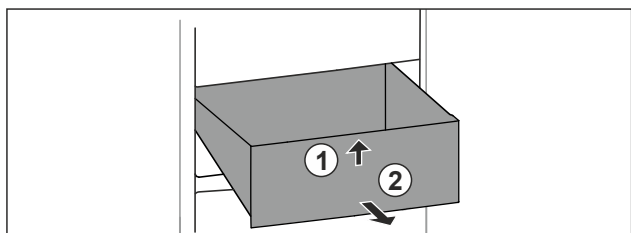

Fig. 72
- ▶ Ridicați sertarul în față. Fig. 72 (1)
- ▶ Extrageți sertarul spre înainte. Fig. 72 (2)